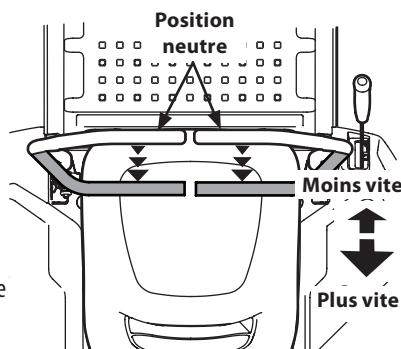

Figure 31
1. Poussez les barres de conduite lentement et graduellement vers l'arrière. L'appareil commencera à reculer. Voir Figure 31.